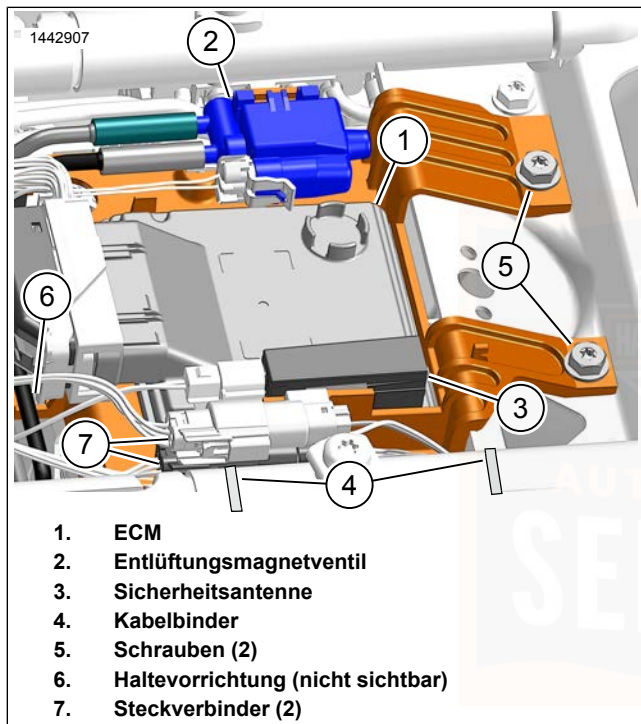
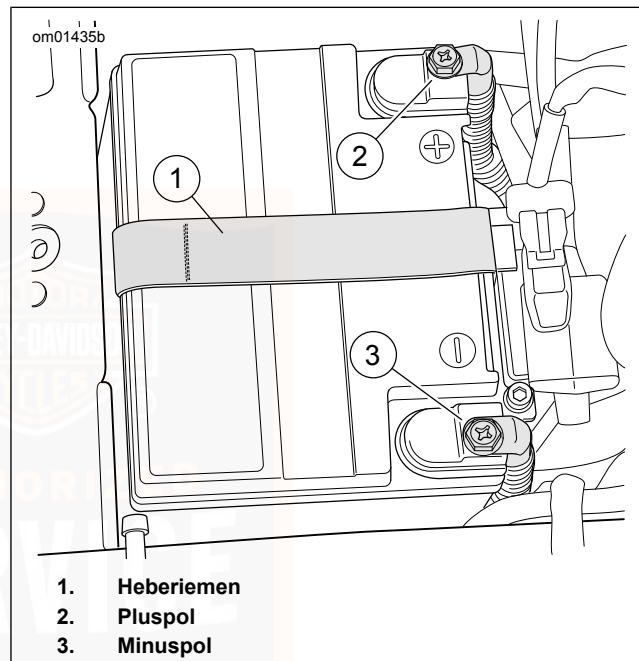

Abbildung 86. Obere Elektrizitätstafel
Abbildung 87. Batteriefach
2. Siehe Abbildung 86. ECM (1) von der oberen Elektriztafel lösen. Beiseiteschieben.
3. Sofern vorhanden, das Entlüftungsmagnetventil (2) nach oben verschieben, um es von der oberen Elektriztafel zu lösen.
4. **Modelle mit Sicherheitssystem:** Die Sicherheitsantenne (3) von der oberen Elektriztafel lösen und aus dem Weg schieben.
5. Steckverbinder (7) von den Fixierungen auf der oberen Elektriztafel lösen.
6. Befestigungsteile (5) entfernen.
7. Kabelbinder durchschneiden (4). Die Kabelbäume verschieben, um mehr Freiraum für die obere Elektriztafel zu erhalten.
10. Siehe Abbildung 87. Beide Batteriekabel, das Batterieminuskabel zuerst, abklemmen.
3. Siehe Abbildung 87. Die Batterie mit der Kontaktseite nach vorne in die Batteriegrundplatte einsetzen.
7. Siehe Abbildung 86. Die obere Elektrietafel in die Einbaustellung bringen und die Verriegelung in die Niederhaltevorrichtung eingreifen lassen.
8. Die obere Elektrietafel mit Befestigungsteilen (5) am Rahmenquerträger befestigen. Festziehen.